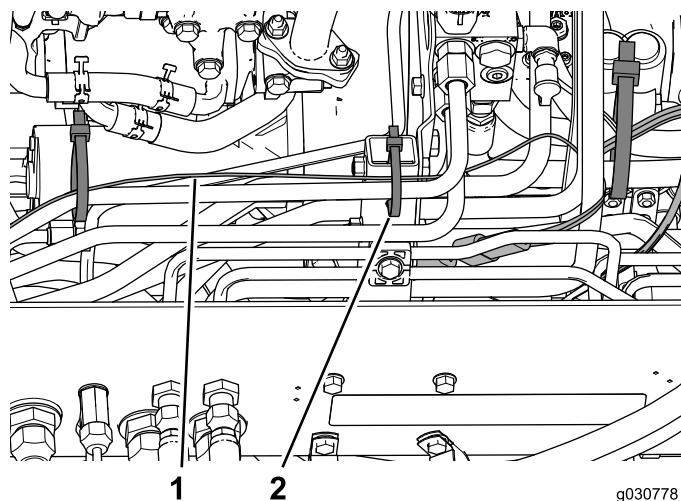
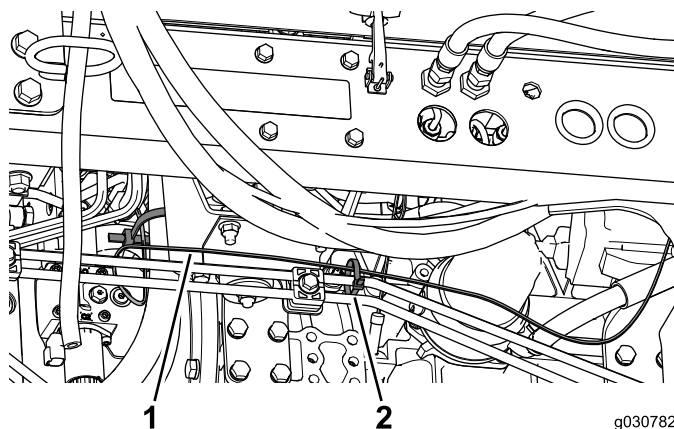

Рисунок 49
Рисунок 50
5. Используя кабельные стяжки, прикрепите жгут проводки к гидравлическим шлангам и трубкам в местах, показанных на Рисунок 49 и Рисунок 50.